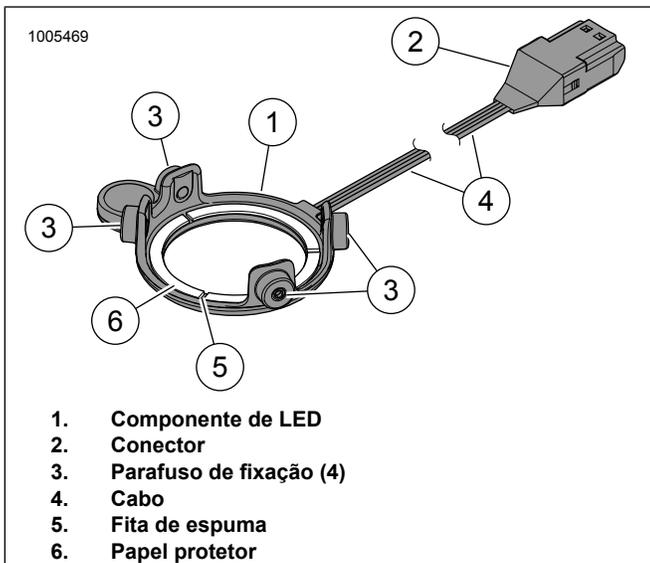

Figura 28. Luz LED, alto-falante Stage I redondo
7. Veja a figura 28. Remova o papel protetor (6) da fita de espuma (5) na parte traseira do componente de LED (1).